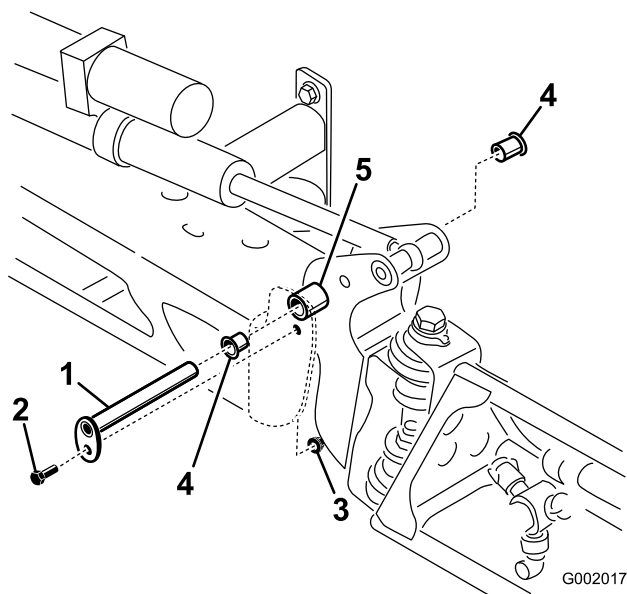

Figura 75
5. Togliete le boccole di nylon dal lato frontale e posteriore della staffa orientabile e controllatele (Figura 75). Sostituite le boccole avariate.
7. Montate la barra e la staffa orientabile nel telaio centrale, allineando i fori (Figura 75).
3. Quando il peso della barra è supportato, toglie il bullone e il dado che fissano il perno di articolazione nel gruppo barra (Figura 75). Togliete il perno di articolazione.